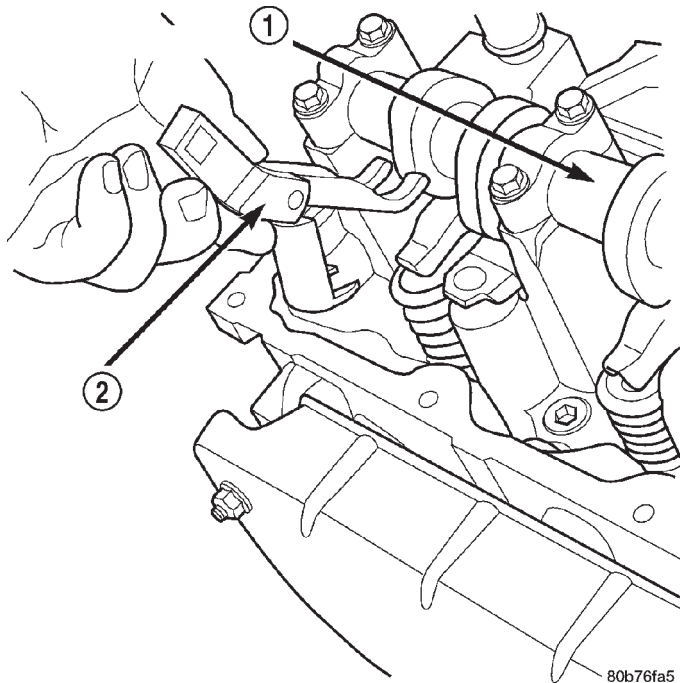

Abb. 49 Kipphebel ausbauen
(1) Ventildeckel abbauen. Siehe hierzu "Ventildeckel" in diesem Abschnitt.
(2) Zum Ausbau der Kipphebel von Zylinder 3 und 5 die Kurbelwelle drehen, bis sich der Kolben von Zylinder 1 in Stellung OT des Auspufftaktes befindet.
(3) Zum Ausbau der Kipphebel von Zylinder 2 und 8 die Kurbelwelle drehen, bis sich der Kolben von Zylinder 1 in Stellung OT des Verdichtungstaktes befindet.
(4) Zum Ausbau der Kipphebel von Zylinder 4 und 6 die Kurbelwelle drehen, bis sich der Kolben von Zylinder 3 in Stellung OT des Verdichtungstaktes befindet.
(5) Zum Ausbau der Kipphebel von Zylinder 1 und 7 die Kurbelwelle drehen, bis sich der Kolben von Zylinder 2 in Stellung OT des Verdichtungstaktes befindet.
(6) Mit Spezialwerkzeug 8516 die Ventildfeder nach unten drücken und den Kipphebel ausbauen (Abb. 49).
- (1) Zum Einbau der Kipphebel von Zylinder 3 und 5 die Kurbelwelle drehen, bis sich der Kolben von Zylinder 1 in Stellung OT des Auspufftaktes befindet.
- (2) Zum Einbau der Kipphebel von Zylinder 2 und 8 die Kurbelwelle drehen, bis sich der Kolben von Zylinder 1 in Stellung OT des Verdichtungstaktes befindet.
- (3) Zum Einbau der Kipphebel von Zylinder 4 und 6 die Kurbelwelle drehen, bis sich der Kolben von Zylinder 3 in Stellung OT des Verdichtungstaktes befindet.
- (4) Zum Einbau der Kipphebel von Zylinder 1 und 7 die Kurbelwelle drehen, bis sich der Kolben von Zylinder 2 in Stellung OT des Verdichtungstaktes befindet.
- (5) Mit Spezialwerkzeug 8516 die Ventilsfeder nach unten drücken und den Kipphebel ausbauen (Abb. 49).
- (6) Ventildeckel montieren.